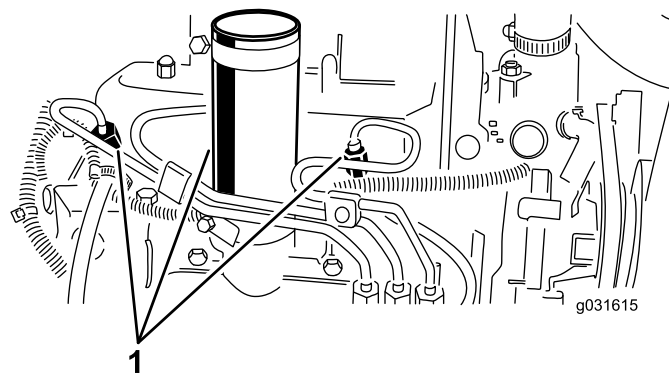

Figura 54
1. Afloje la conexión entre el tubo y el conjunto de boquilla y soporte N° 1 (Figura 54).